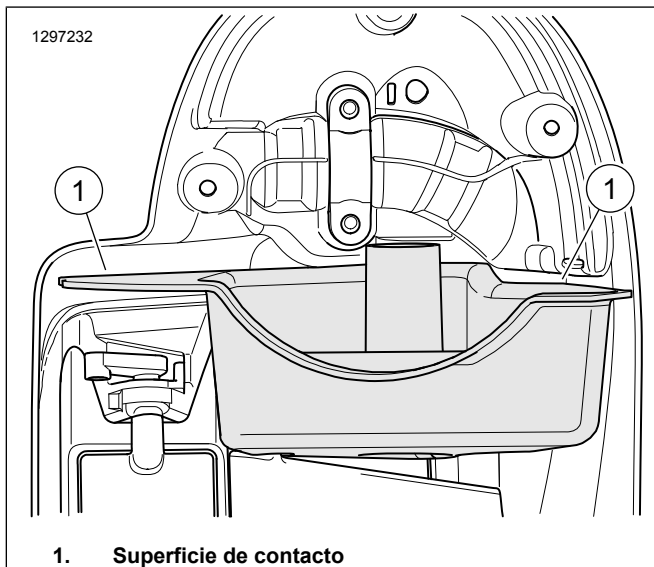

Figura 5. Superficie de acoplamiento de la junta del fuselaje inferior
6. Consulte la Figura 5. Limpie la superficie de contacto de la junta (1) con una mezcla de alcohol isopropílico al 50-70 % y agua destilada al 30-50 %.